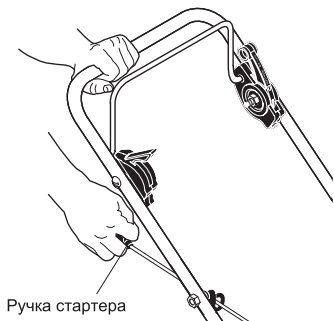

Рис. 7
4. Правой рукой медленно вытягивайте шнур стартера за ручку, пока не почувствуете сопротивление. Затем опустите ручку стартера назад и сделайте резкий рывок для запуска двигателя. (Рис.7).